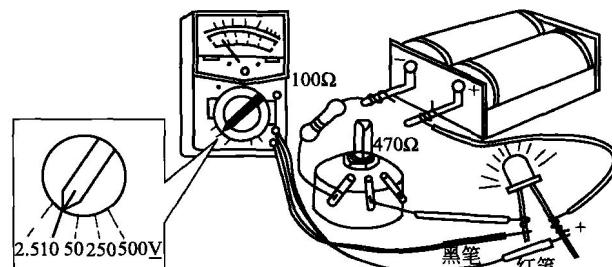

图 1-7 检测直流电压
② 测量方法 万用表应与被测电路并联。红笔应接被测电路和电源正极相接处，黑笔应接被测电路和电源负极相接处，如图 1-7 所示。
③ 正确读数 仔细观察表盘，直流电压挡刻度线是第二条刻度线，用 10V 挡时，可用刻度线下第三行数字直接读出被测电压值。注意读数时，视线应正对指针。